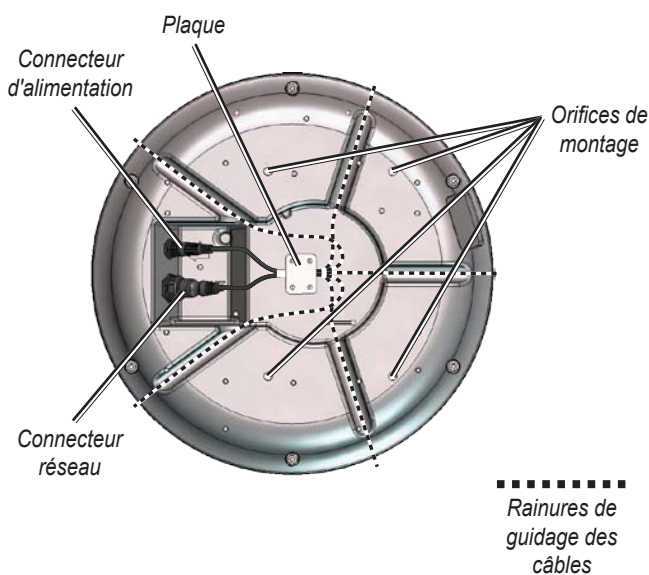
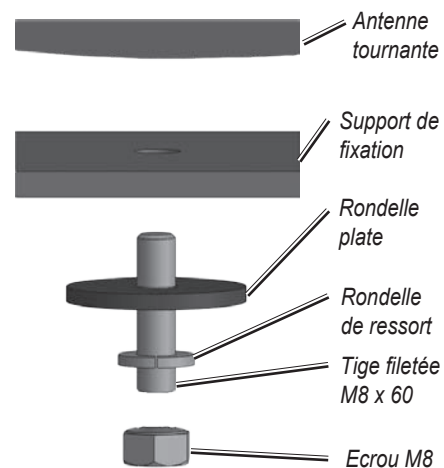

Figure 2
Figure 3
2. Alignez le cran et l'anneau de verrouillage du câble d'alimentation avec le connecteur d'alimentation. Branchez le câble d'alimentation à 2 broches au connecteur d'alimentation et le câble réseau marin RJ-45 dans la prise RJ-45 (figure 2). Tournez l'anneau de verrouillage du câble d'alimentation jusqu'à ce qu'il se bloque. Serrez à fond l'anneau de verrouillage RJ-45 dans le sens des aiguilles d'une montre.
3. Les câbles d'alimentation et réseau peuvent être passés dans l'une des cinq rainures de guidage moulées dans la partie inférieure du boîtier du radôme, et fixés sous la plaque support des câbles (figure 2). Évitez de courber ou de tordre les câbles de manière excessive. Pour plus d'informations, reportez-vous à la section « Câblage ».
6. Insérez les quatre (4) tiges filetées M8 x 1,25 x 60 dans les orifices de montage de la partie inférieure du radôme. Placées correctement, elles ne doivent pas dépasser l'antenne tournante de plus de 50 mm ± 1 mm (2 po).
7. Fixez le radôme sur la surface de montage à l'aide des tiges filetées M8 x 1,25 x 60 (voir étape précédente), de rondelles de ressort, de rondelles plates et d'écrous hexagonaux M8 (figure 3). **Les écrous doivent être serrés à un couple compris entre 13,7 et 18,6 Nm.**